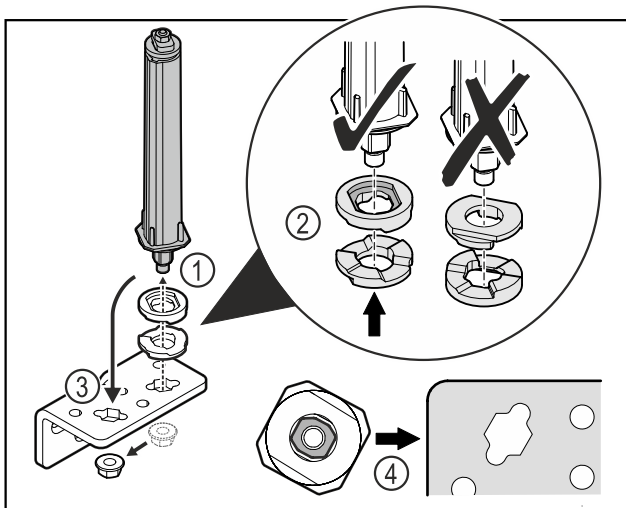

Fig. 36
- ▶ Oldja ki az anyát, és távolítsa el az ajtózáró rendszert Fig. 36 (1).
- ▶ Ügyeljen a magasságállító alátétek helyes beigazítására Fig. 36 (2).
- ▶ Helyezze át az ajtózáró rendszert a zsanéridombban, és rögzítse az anyával Fig. 36 (3).
- ▶ Behelyezéskor ügyeljen az ajtózáró rendszer helyes beigazítására Fig. 36 (4).